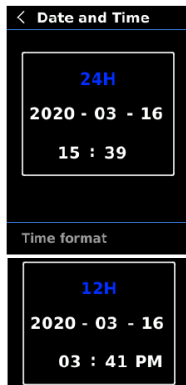

Fig. 16
3. Appuyez sur le bouton **SET** suivi des boutons  et  pour régler le paramètre sélectionné (Fig. 16).